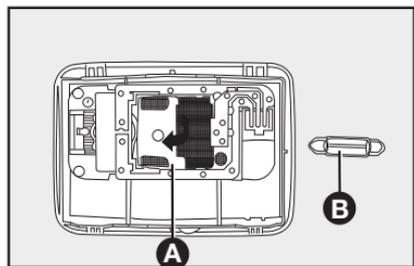

fig. 68
- abra la tapa **A-fig. 68**, en el sentido indicado por la flecha;
- saque la lámpara **B-fig. 68** y sustitúyala;